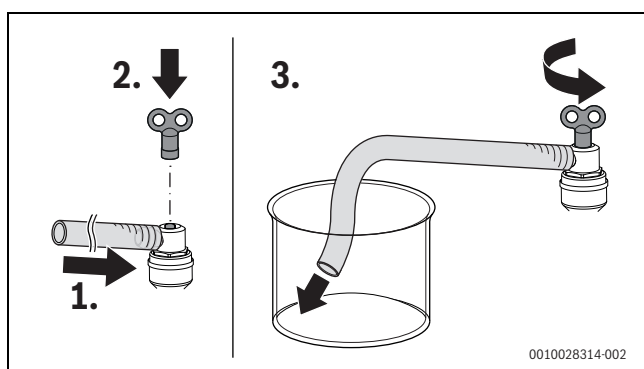

Bild 77 Warmwasserkreis und Heizkreis entlüften
- ▶ Schlauch in ein Gefäß (z. B. Flasche) leiten (→ Bild 77 und Bild 4, Seite 8).